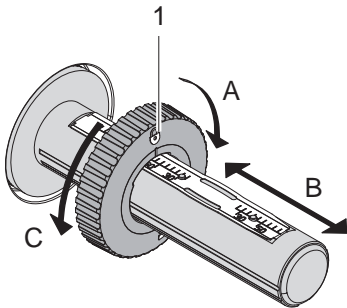

Рис. 11 Настройка ограничителей полей
3. Установите ограничитель поля (1) на размотчике (3) в соответствии с шириной трансферной ленты (Рис. 11).
- Удерживая размотчик, разблокируйте ограничитель поля (1) путем его вращения в направлении «А».
- Перемещайте ограничитель поля (1) в направлении «В» и с помощью шкалы выставьте его на ширину трансферной ленты.
- Удерживая размотчик, зафиксируйте ограничитель поля (1) путем его вращения в направлении «С».
4. Наденьте рулон трансферной ленты (5) на размотчик (3) до ограничителя поля (1) так, чтобы цветное покрытие ленты при размотке было снизу.